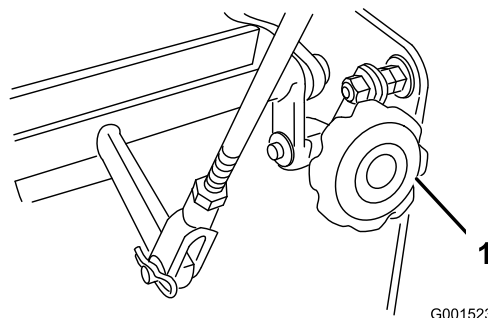

Figura 41
4. Se a unidade seguir para um lado ou para o outro, rode o botão do rasto rápido. Rode o botão para a direita para virar para a direita e rode o botão para a esquerda para virar para a esquerda (Figura 41).